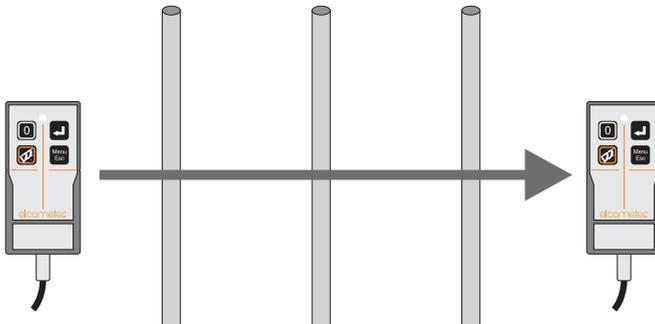

Abb. 9. Richten Sie die Sonde aus und tasten Sie das Suchgebiet ab
7. Bewegen Sie die Sonde über das Suchfeld. Behalten Sie dabei die Ausrichtung der Sonde bei (Abb. 9).